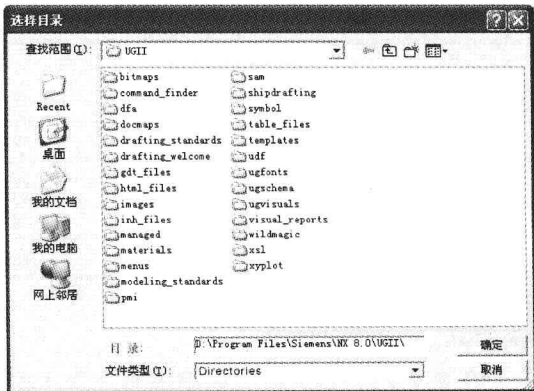

图 1-8 “选择目录”对话框
② 在状态栏中出现“选择模板，并在必要时选择要引用的部件”的提示信息。切换到“模型”选项卡，从“模板”选项组中选择所需要的模板，并可以从“单位”下拉列表框中选择单位选项（可供选择的单位选项有“毫米”、“英寸”和“全部”）。
③ 在“新文件名”选项组的“名称”文本框中输入新建文件的名称或接受默认名称。在“文件夹”文本框中指定文件的存放目录。单击位于“文件夹”文本框右侧的按钮，弹出如图 1-8 所示的“选择目录”对话框，从中选择所需的目录，或者在选定目录的情况下单击“创建新文件夹”按钮来创建所需的目标目录，指定目标目录后单击“选择目